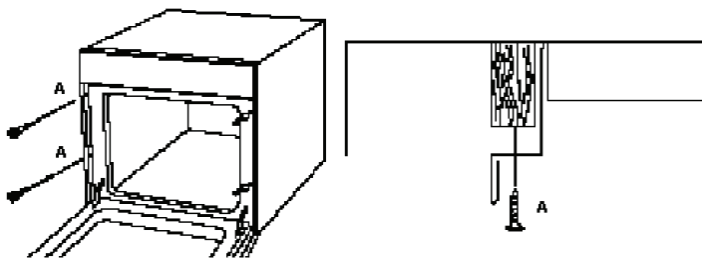

Рис. 4
- Откройте дверцу и прикрепите духовку к кухонному шкафу четырьмя шурупами через отверстия, находящиеся по бокам корпуса духовки (А на Рис.4).